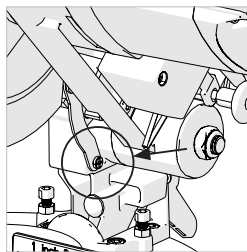

Fig. 28
- Libere la palanca de funcionamiento de la protección inferior retráctil retirando y almacenando de forma segura su tornillo de pivote. (**Fig. 28**)